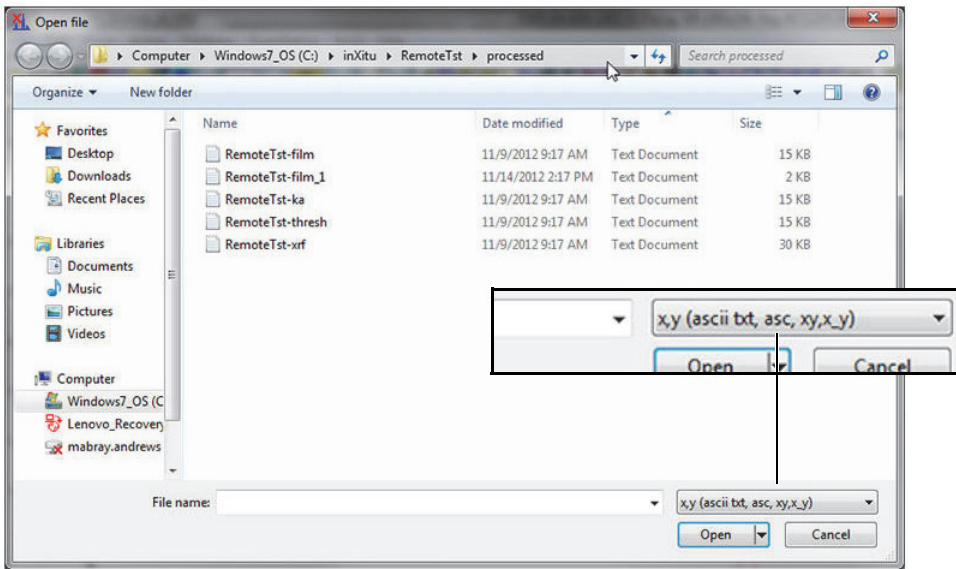

图 C-3 打开文件对话框
2. 在文件类型列表中，将文件类型改变为**x,y (ascii.txt, asc, xy,x_y)**（参见第90页的图 C-3）。